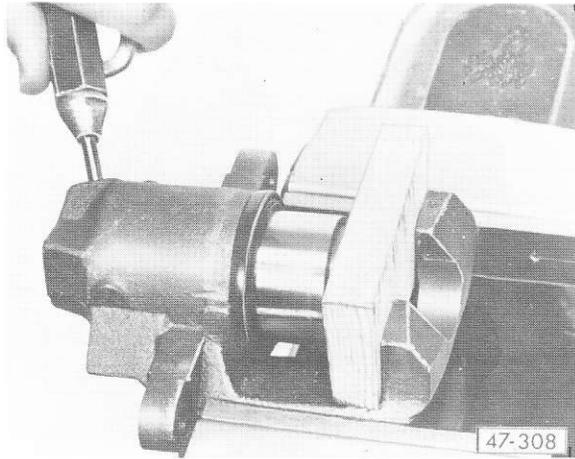

Fig. 1 Piston: extraction à l'air comprimé hors du cylindre
- L'extraire du cylindre avec de l'air comprimé – fig. 1